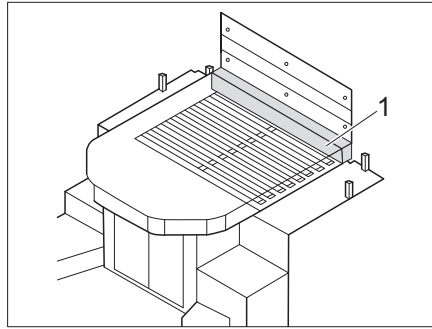

Fig. 182 Rallonge de lit - Variante 1
- Installer un matelas supplémentaire (Fig. 182,1) à l'avant du lit Queen.